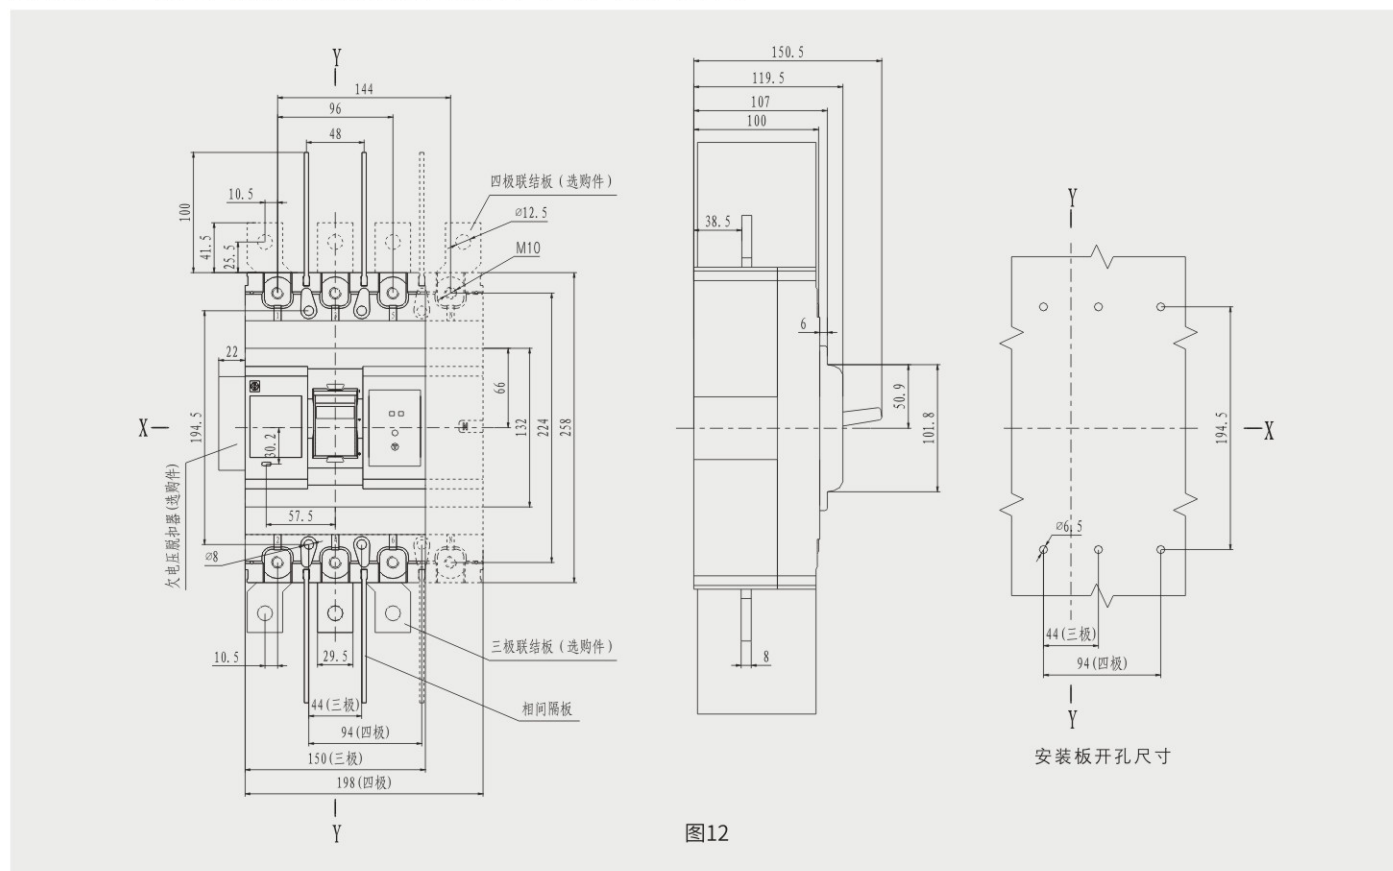

图12
11. HSL6-400 (H、L) 板前接线外形及安装、开孔尺寸 (三极、四极) 见图12